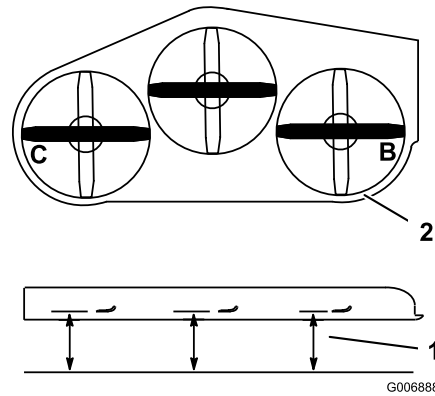

Bild 60
1. Stellen Sie das rechte Schnittmesser in Längsrichtung (Bild 60).
2. Messen Sie das rechte Messer an der Stelle **B** von einer ebenen Oberfläche bis zur Schnittkante der Messer (Bild 60).
4. Stellen Sie das linke Schnittmesser in Längsrichtung (Bild 60).
5. Messen Sie das linke Messer an der Stelle **C** (Bild 60) von einer ebenen Oberfläche bis zur Schnittkante der Messer.